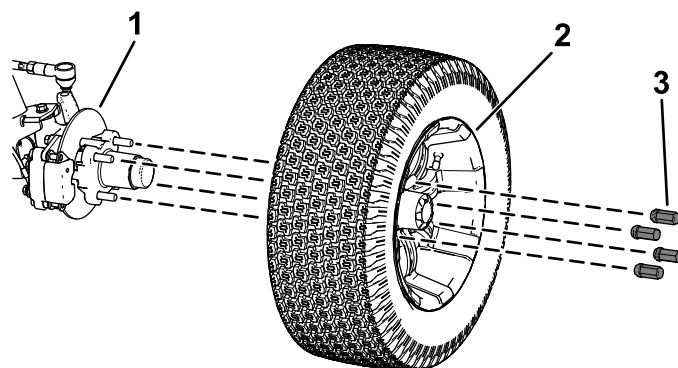

Figura 35
2. Retire las 4 tuercas que sujetan la rueda al cubo (Figura 35).
4. Alinee los taladros de la rueda con los espárragos del cubo y monte la rueda en el cubo con la válvula hacia fuera (Figura 35).
5. Sujete la rueda al cubo usando las tuercas de rueda (Figura 35).